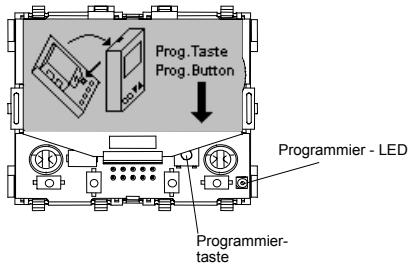

Bild 5: Lage der Programmertaste und Programmier-LED, wird auch auf dem unparametrisierten LCD angezeigt, wenn Busspannung anliegt.
- Programmieren Sie nun die physikalische Adresse. Die Lage der Programmertaste und der Programmier-LED ist in Bild 5 dargestellt.